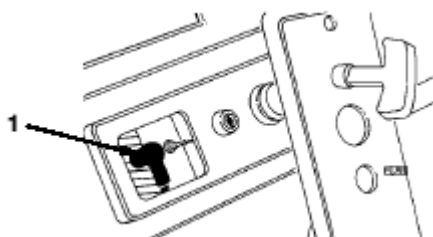

图20
- 5、拔下火花塞导线。（图20）
- 1、取下坚固控制面板的三个螺栓。（图20）
- 3、取下紧固控制面板的3个螺栓。（图20）